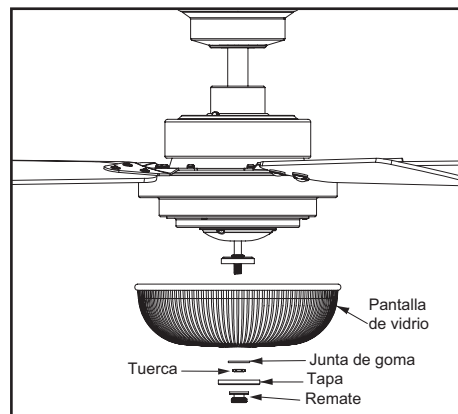

Figura 17
3. Retira la junta de goma, la tuerca, la tapa y el remate de la boquilla roscada del conjunto del soporte del kit de luces. Coloca el tazón de vidrio sobre la boquilla enroscada. Vuelve a instalar la junta de hule, la tuerca y el remate en la boquilla roscada para asegurar bien el tazón de vidrio. (Figura 17)